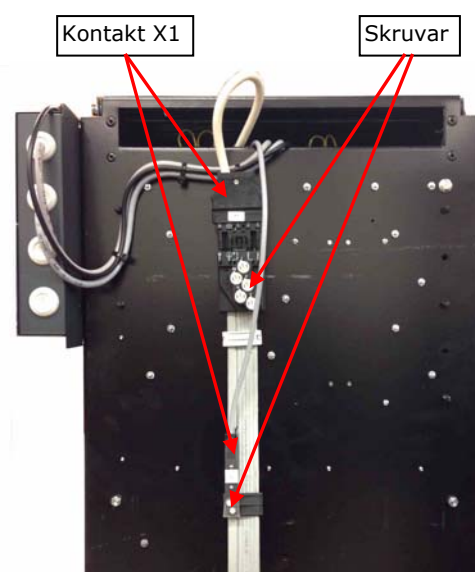

Bild 9: Schaktstammens anslutning på styrnodens baksida (Veni)
9. Anslut schaktstammen i styrningen och dra i skruvarna på kontakt X1 (se **Bild 9**) för att jorda stannplansnoderna.